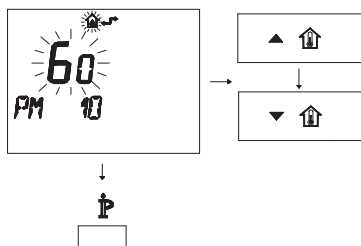

Figura 5.52
- Per modificare il SET programmato agire sui pulsanti ▲ ⬆️ o ▼ ⬆️ e aspettare che il numero programmato cominci a lampeggiare (Figura 5.52).